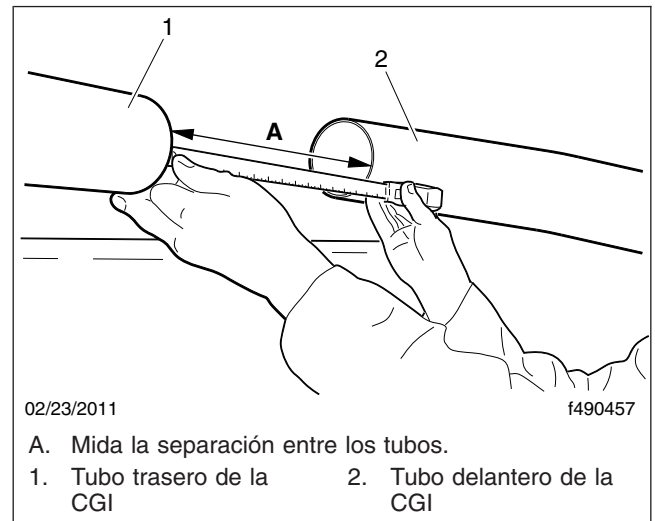

Figura 9, Medición de la separación entre los tubos (configuración común)
- 7. Una vez que estén alineados los tubos, mida la separación entre los tubos de la CGI, y anote la distancia. Vea la **Figura 9**, Ref. A.